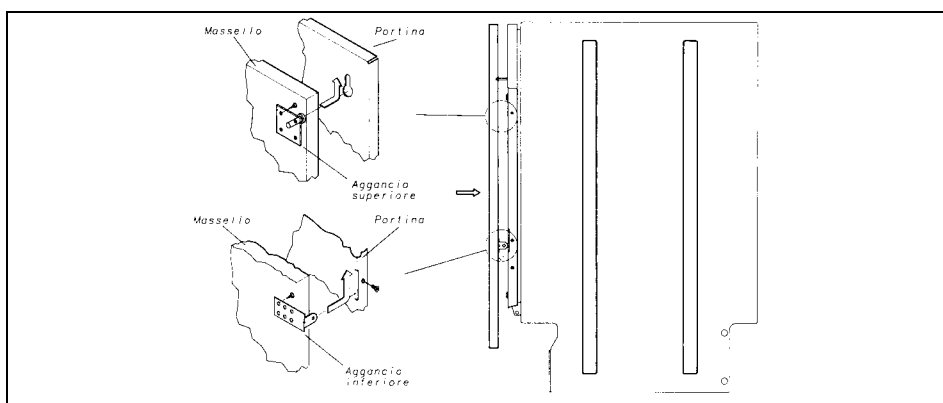

Рис. 17
- Приложите дверь мебели к дверце машины, вставив накладки на двери в отверстия на дверце машины. Отверстия в нижних металлических накладках и боковые отверстия в дверце машины должны совпасть (Рис. 17).